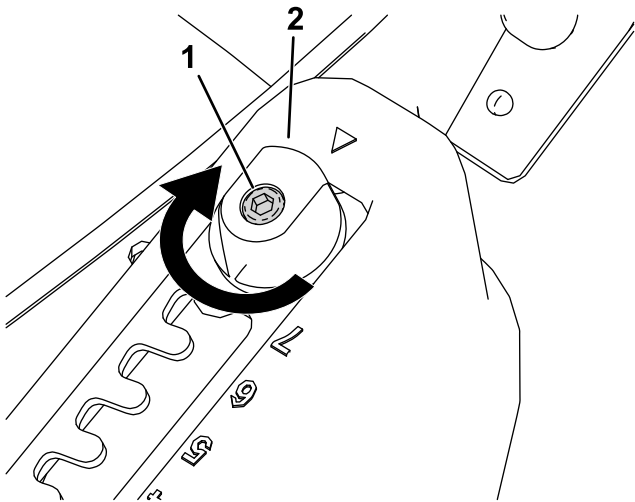
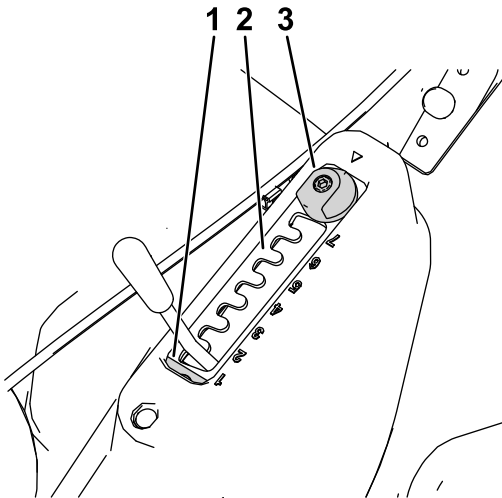

Figura 17
Figura 18
1. Afloje el perno de retención de la placa selectora con una llave Allen (Figura 17).
2. Gire el ajustador de MatchCut 180° (Figura 17 y Figura 18).